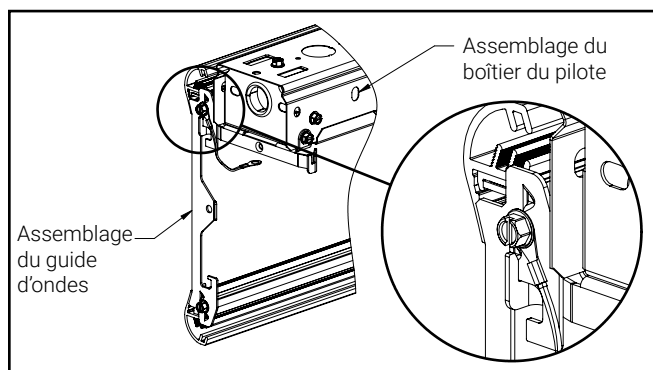

Figure 3.2
C. Placez le support de l'assemblage du guide d'ondes à l'intérieur de la rainure du support de la charnière du canal. (Figure 3.2)